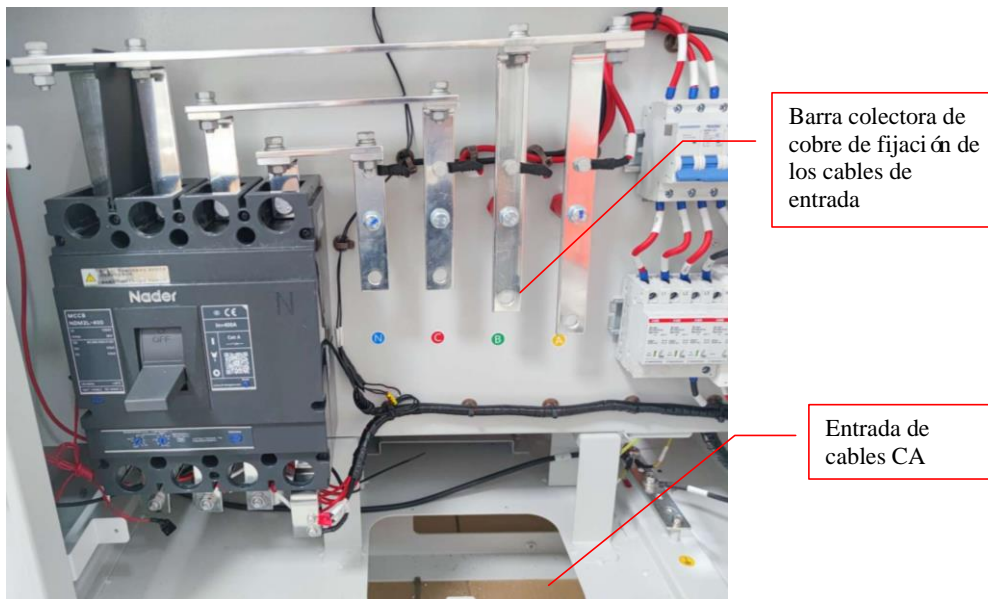

Figura 4 Ubicación de cableado del cargador
1) La instalación eléctrica del cargador CC serie SZ debe realizarse bajo la guía de un técnico profesional. Abra la puerta frontal del cargador y retire el panel protector, conecte los cables de entrada de CA a la barra colectora de cobre de acuerdo con la identificación interna del cargador, y los apriete con tornillos, la posición de entrada y la posición de cableado se muestran en la figura 4.